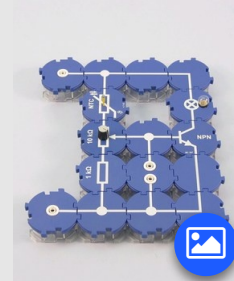

Abb. 3
- Bau den Versuch nach Abb. 3 und Abb. 4 auf. Schalte das Netzgerät wieder ein.
Warum leuchtet die Lampe, wenn sich der NTC-Widerstand im oberen Teil des Spannungsteilers befindet (Abb. 3) und erwärmt wird?